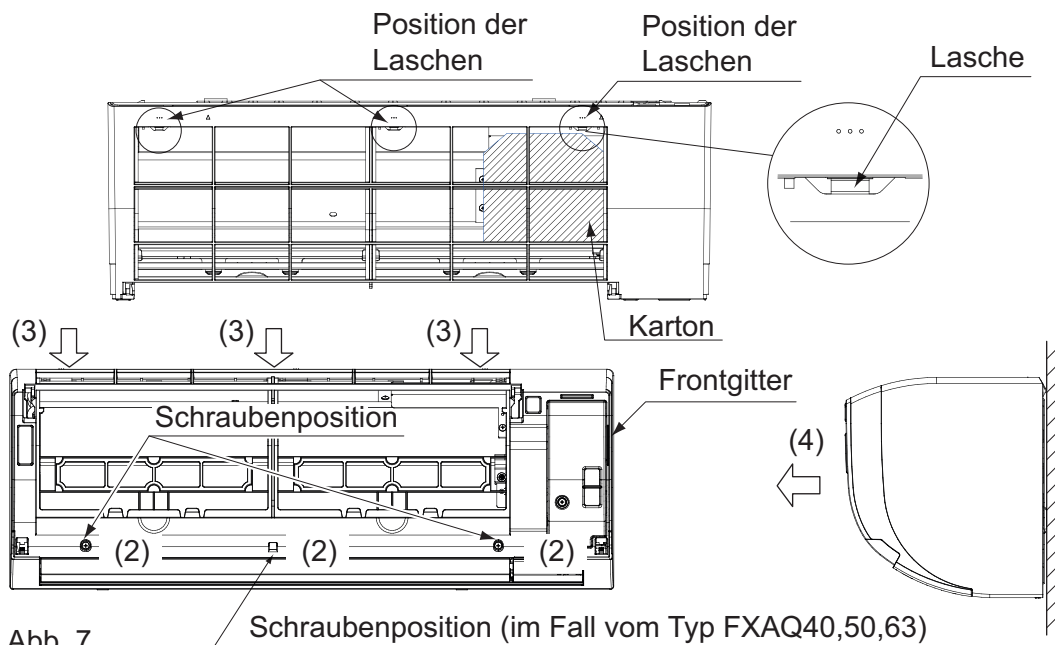

Abb. 7
- Entfernen Sie das Frontgitter. (Siehe Abb. 7)
- Entfernen Sie jetzt das in Schritt (6) angebrachte Puffermaterial.